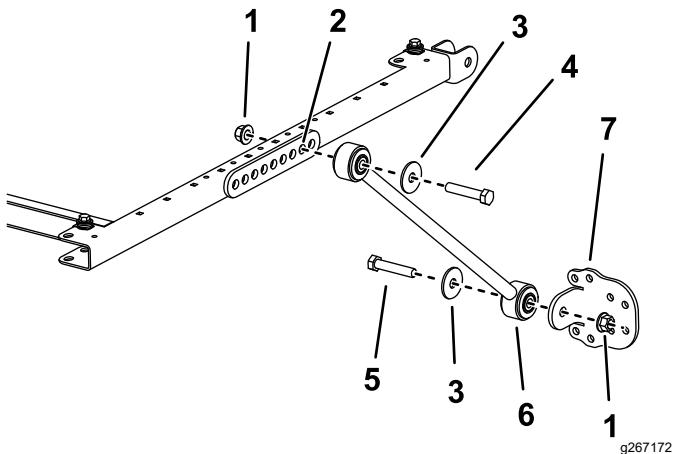

Figura 5
5. Su ciascun lato del telaio del parasole montate, senza serrarlo, un supporto di ancoraggio sul secondo foro del suo supporto di montaggio con un bullone (1/2" x 2 3/4"), una rondella (1/2") e un dado flangiato (1/2"), come illustrato nella Figura 5.
6. Montate, senza serrarla, una staffa di ancoraggio su ciascun supporto di ancoraggio con un bullone (1/2" x 2 1/2"), una rondella (1/2") e un dado flangiato (1/2"), come illustrato nella Figura 5.